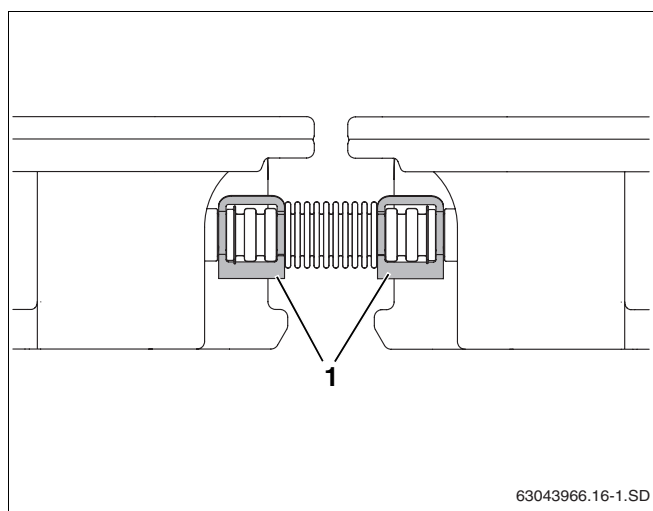

Fig. 47 Raccordo per tubo ondulato fissato con graffe
- Fissare ciascun tappo di chiusura con una graffa e ciascun raccordo per tubo ondulato con due graffe (fig. 47, **pos. 1**).